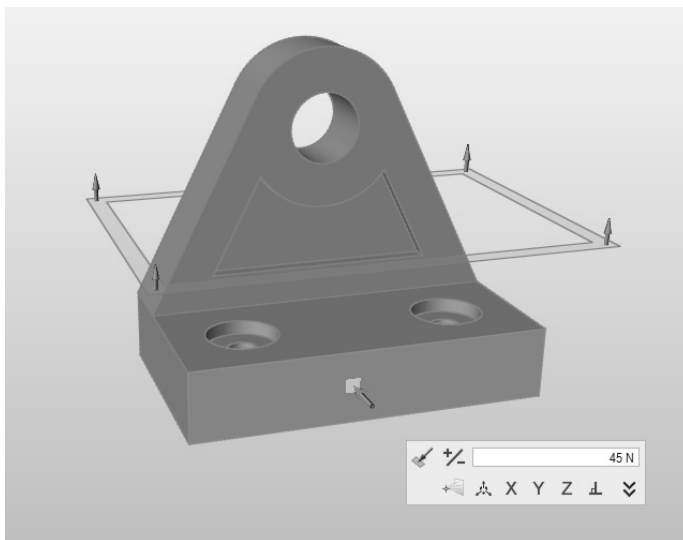

图 2-22
4) 双击托架前面的红色力箭头，视窗中会出现一个文本框，如图 2-22 所示。